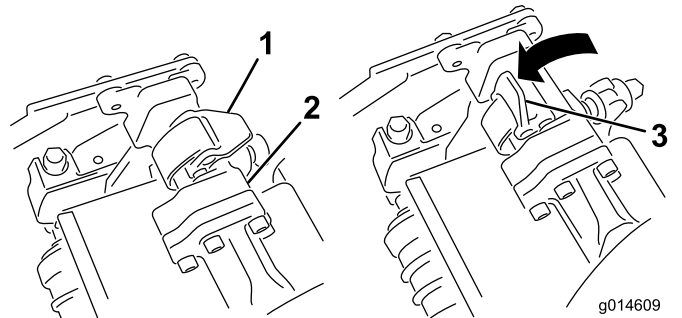

Figura 33
- Con los enganches del brazo de suspensión orientados hacia arriba (es decir, abiertos) (Figura 33), empuje hacia abajo el brazo de suspensión de modo que la barra encaje en la barra situada en la parte superior de la unidad de corte (Figura 34).
- Presione los enganches hacia abajo alrededor de la barra de la unidad de corte y bloquéelas (Figura 33).
4. Abra los enganches de la barra del brazo de suspensión de la unidad de corte que está retirando (Figura 33).